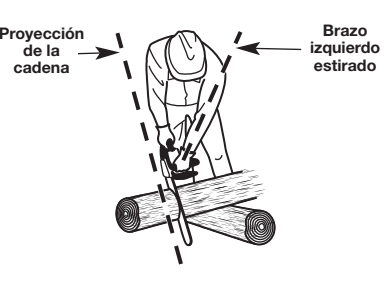

Fig. 15
- Sostenga el brazo izquierdo “derecho” a fin de soportar cualquier fuerza de contragolpe (Fig. 15).
- Todas las partes del cuerpo deben quedar a la izquierda de la proyección horizontal de la cadena (Fig. 15).